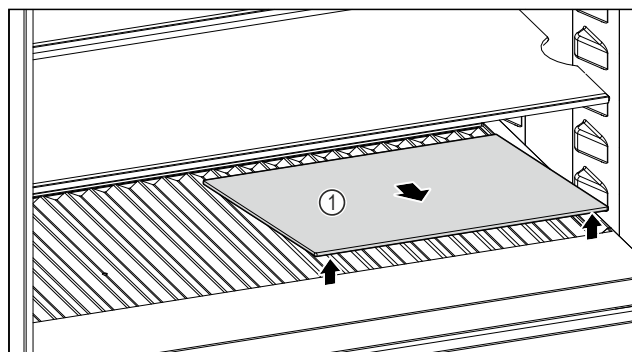

Fig. 254
- Скористайтесь пазом спереду, щоб підняти скляну полицю Fig. 254 (1) і вийняти її.
- Безпечно зберігайте скляну полицю Fig. 254 (1) за межами пристрою.